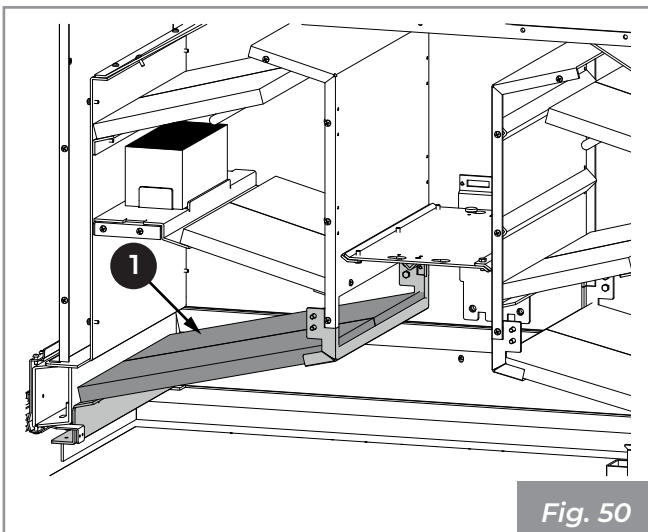

Fig. 50
4) Desensartar y sacar los paneles (1) (Fig. 50).